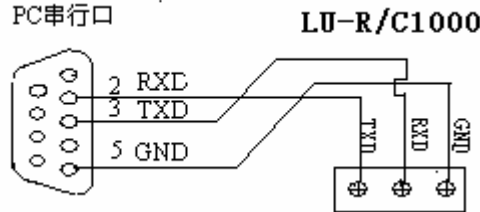

图5.1 RS-232通讯接线方法
**硬件连接:** RS-232的通讯接口为接线端子:8 (TXD)、7 (RXD)、板一的B1脚 (GND) 分别接标准9针串口的2、3、5脚。用户只需将所配备的RS-232三芯通讯线的一端接于此端口,另一端与上位机的串行口相连。其连接方式见图5.1。